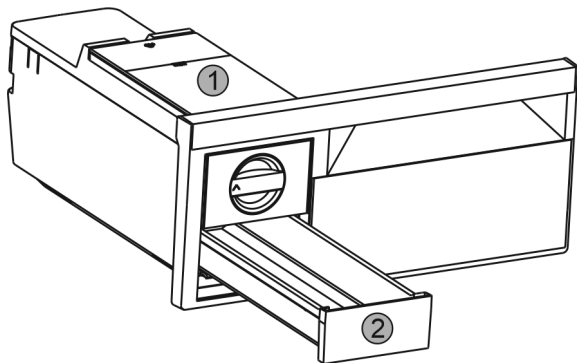

Fig. 66
- ▶ Rimuovere il serbatoio dell'acqua Fig. 66 (1) e il cassetto dei cubetti di ghiaccio Fig. 66 (2).